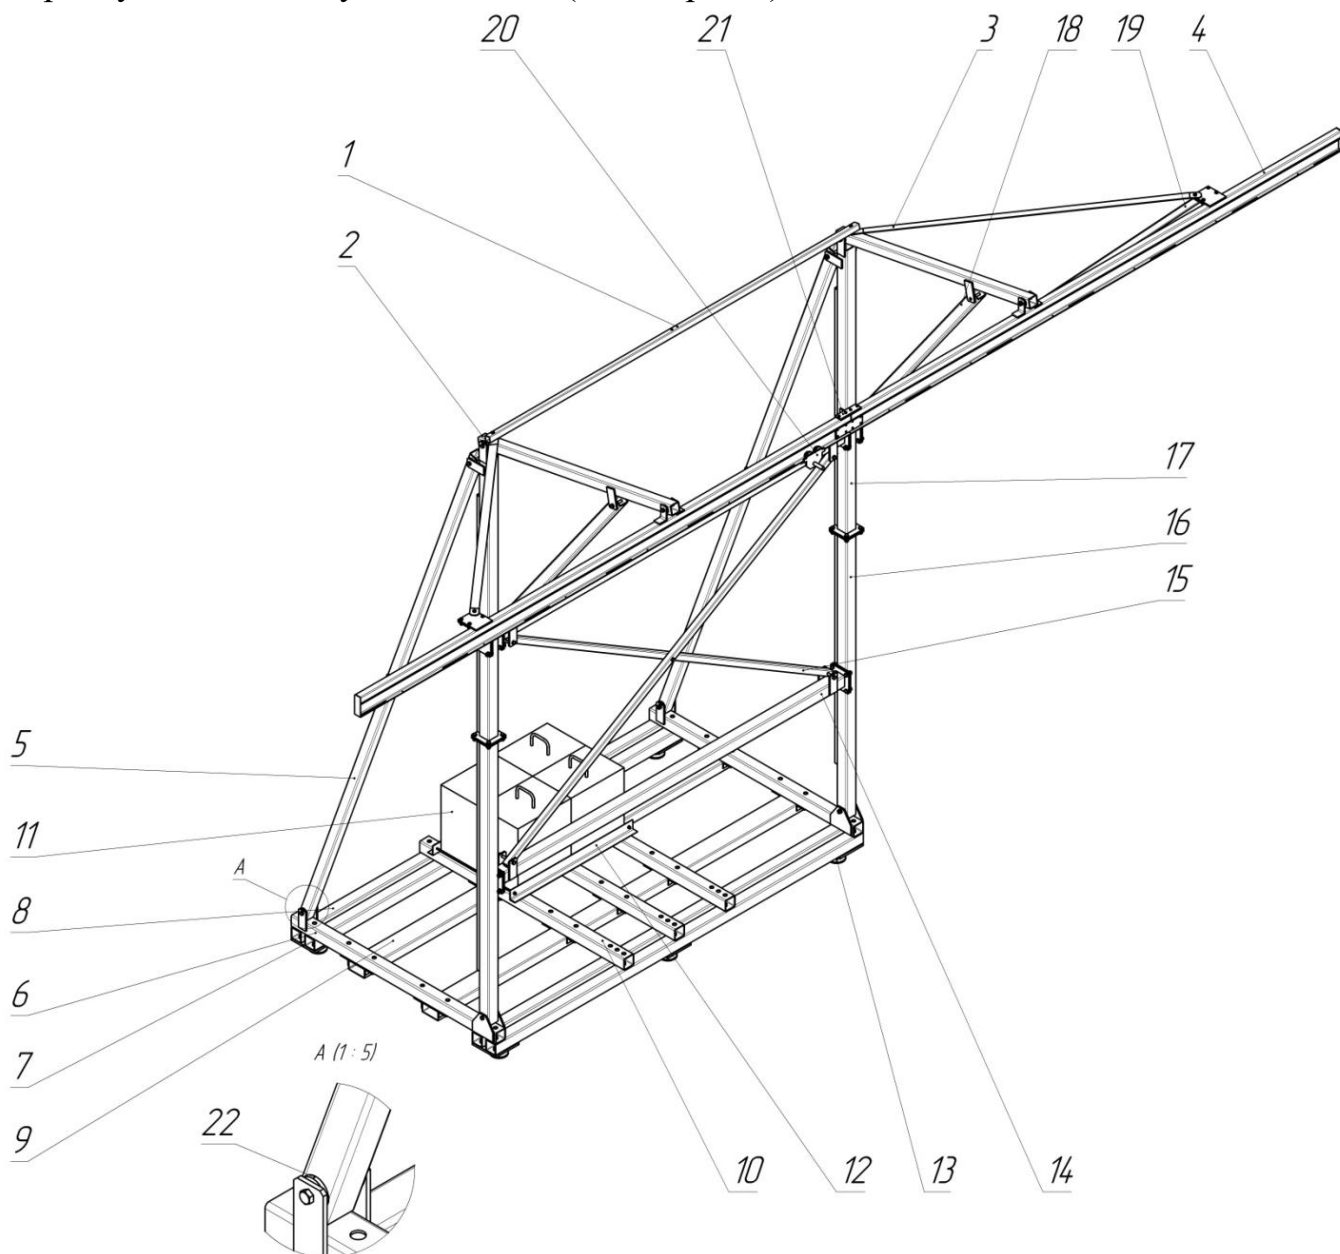

Рисунок 2
Основание представляет собой сборную конструкцию, состоящую из несущих труб в основе и упоров. Основание служит опорным и несущим элементом всей конструкции. В нижней части основания устанавливаются несущие плиты (поз.7 рис.2) с аутригерами (поз.13 рис.2). Также на основание устанавливаются утяжелители (поз.11 рис.2). Аутригер (поз.13 рис. 2) служит для регулировки положения основания относительно горизонтальной плоскости, а также выполняет функцию упора для защиты вспомогательной металлоконструкции от опрокидывания. Конструктивно, аутригер выполнен в виде резьбового толкателя. Регулировка положения вспомогательной металлоконструкции производится путем поворота толкателя ключом, до достижения необходимого уровня положения основания вспомогательной металлоконструкции.
Основание укрепляется продольными (поз.8 рис.2) и поперечными (поз.10 рис.2) трубами. Трубы обеспечивают жесткость конструкции в процессе работы. Для перемещения основания в процессе сборки может использоваться различное грузоподъемное оборудование.
- Колонна (поз.16 рис.2) представляет собой сварную конструкцию, состоящую из профильной трубы и монтажных кронштейнов;
- Колонна верхняя (поз.17 рис.2) аналогична колонне (поз.16 рис.2) и служит для монтажа остальных элементов конструкции;
- Усилитель (поз.18 рис.2) является силовым элементом конструкции.
- Распорка (поз.14 рис.2);
- Укосина (поз.15 рис.2);
- Труба (поз.1 рис.2).
На концах Г-образной колонны закрепляется несущий рельс (поз.4 рис.2). Рельс (поз.4 рис.2) состоит из двух зеркально выполненных частей, которые скрепляются между собой с помощью замка (поз.21 рис.2). Каждая из частей рельса (поз.4 рис.2) выполнена в виде сварной конструкции состоящей из двутавра и трубы-усилителя. Замок в свою очередь выполнен в виде трех плит скрепляющих половины рельса и обеспечивающих его жесткость в нескольких плоскостях. Рельс (поз.4 рис.2) крепится к Г-образным колоннам и дополнительно укрепляется силовыми элементами (поз.3 рис.2) и (поз.19 рис.2).
Также в состав вспомогательной металлоконструкции входят усилители (поз.5 рис.2).
Для исключения дополнительного трения и обеспечения подвижности некоторых узлов используются шайбы (поз.22 рис.2).